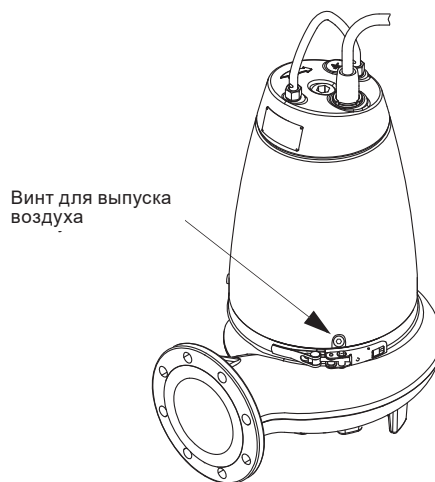

Рис. 18 Винт для выпуска воздуха
Проверьте направление вращения перед запуском насоса. Правильное направление вращения показывает стрелка на корпусе насоса. Правильным считается вращение по часовой стрелке, если смотреть на электродвигатель сверху. После включения произойдёт рывок насоса в сторону, противоположную правильному направлению вращения, см. рис. 18.
2. Включить и тут же отключить насос, следя при этом за направлением действия крутящего момента (за направлением рывка) насоса. Если насос подключен правильно, рывок будет в сторону, противоположную правильному направлению вращения. См. рис. 18.